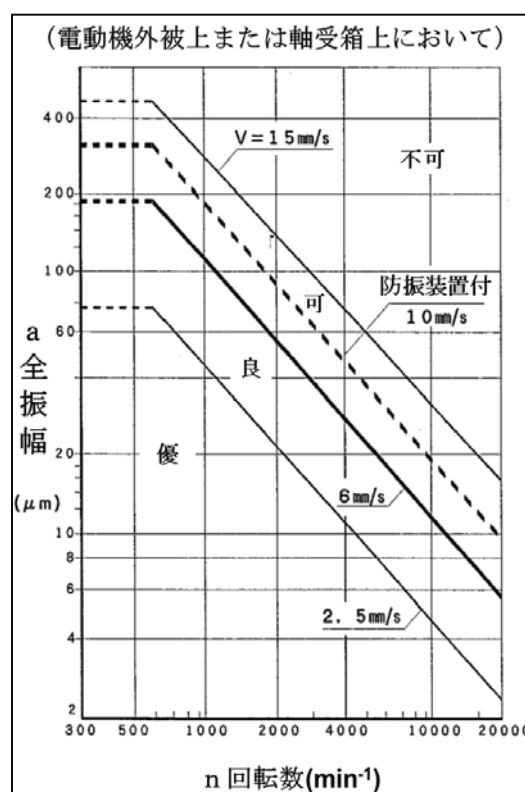

図 5 振動許容値
- (1) 軸流送風機の風量、電流、振動、騒音などが平常と極端に異なる場合は、事故の前兆ですので、早急に詳細点検・整備してください。そのために、運転日誌をつけることをおすすめします。
- (2) 専用ドライバーの接点・端子などのゆるみ、水滴などの付着がないかどうか、確認してください。
- (3) 振動が大きい場合は、取付ボルト、基礎ボルトの緩み、羽根車への水の付着、軸受の損傷等が原因ですので運転を停止して点検して下さい。振動の許容範囲は、JIS B 8330 の良以内であれば、正常運転です。(図 5 参照)
- (4) 振動と同じく音響も運転状態を判定する重要な要素です。回転体が接触する金属音の時は、直ちに運転を停止して下さい。
- (5) 定期点検は少なくとも 1 年に 1 度は行ってください。
- (6) 羽根車は大切にして下さい。物をぶつけたり、異物をつけたまま運転するとバランスがくずれ、故障の原因になります。
- (7) 羽根車、軸等の腐食・磨耗を確認してください。
- (8) 軸流送風機の清掃、錆止め等の補修をしてください。
- (9) 羽根車と軸の嵌合部にガタツキがないことを確認してください。